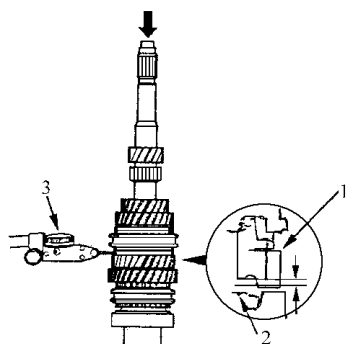

图 4-65 测量 4 档和
3) 如图 4-65 所示，用百分表测量 4 档齿轮和定距环套之间的间隙。如果间隙超过维修极限，则转到第 4) 步。标准值：0.06 ~ 0.19mm；维修极限：0.31mm。